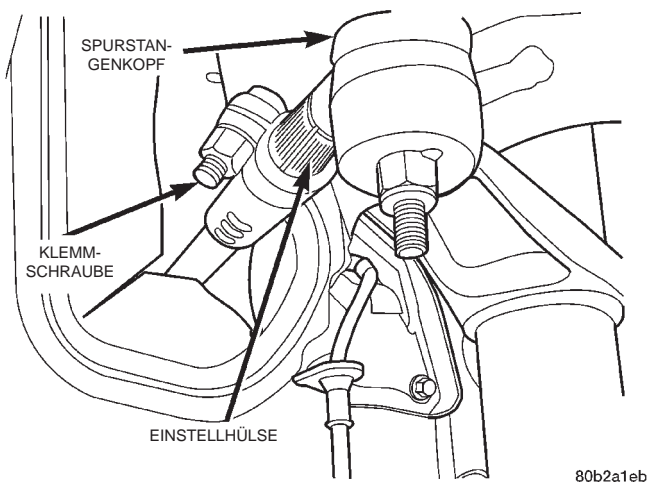

Abb. 26 Klemmschraube/Spurstange an Einstellhülse
(1) Fahrzeug anheben. Dazu Unterstellböcke oder eine Hebebühne verwenden, die am Rahmen ange-setzt wird. Näheres hierzu, siehe Kapitel 0, "Schmie-rung und Wartung", Abschnitt "Anheben des Fahrzeugs".
(2) Rad abbauen.
(3) Klemmschraube der Spurstange (Abb. 26) an der Einstellhülse lockern.